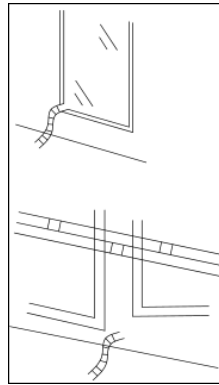

Fig.3
- Installazione temporanea del tubo di scarico: Introdurre l'estremità libera del tubo di scarico fuori alla finestra (vedi Fig. 3).